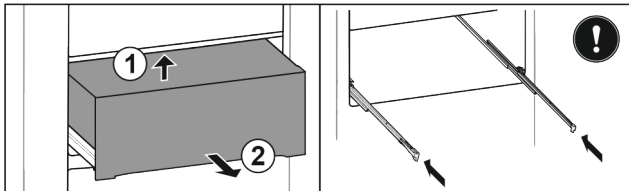

Fig. 29*
- ▶ Van achteren aan onderzijde optillen Fig. 29 (1).*
- ▶ Er naar voren toe uitnemen Fig. 29 (2).*